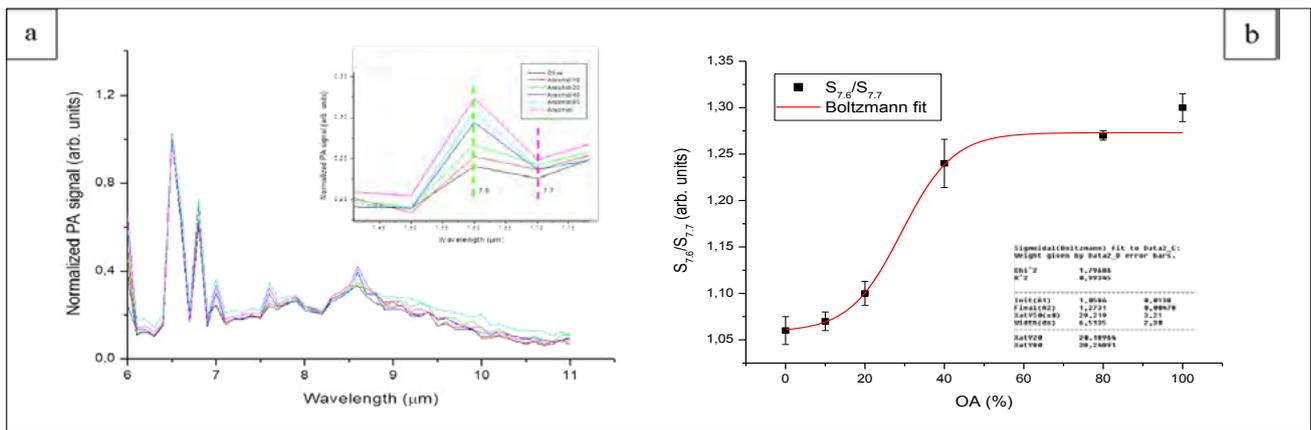

Figura 7 - Spettri dell'Olio puro e adulterato con Arachidi (a) Boltzmann fitting (b)
I risultati delle misure effettuate su Olio di arachide (Arachidi) in Olio EVOO (Olive) sono mostrate in figura 7. Si evidenzia un maggiore assorbimento per Arachidi rispetto a Olive alle lunghezze d'onda 7,6 e 8,6 μm, rispettivamente, e debolmente a 7,7 e 8,2 μm. Nell'intervallo spettrale 7,4 - 7,8 μm e 8,4 - 8,8 μm si evidenziano picchi caratteristici (figura 7a) e relative variazioni di assorbimento, in funzione della concentrazione crescente di Arachidi (Figura 7a inserto). Analisi dettagliata dei valori dell'intervallo spettrale 7,4-7,8 μm, è mostrata nella Fig. 7b dove è riportato, sull'asse delle ascisse le concentrazioni percentuali crescenti di Arachide (OA) e sulle ordinate il rapporto tra picchi più evidenti (7,6 μm / 8,2 μm). Si osserva un andamento sigmoide, con variazione evidente della risposta dello strumento tra il 20 e il 40% di Arachidi in Olive. Gli estremi della curva rappresentano le concentrazioni 0 e 100% di OA.